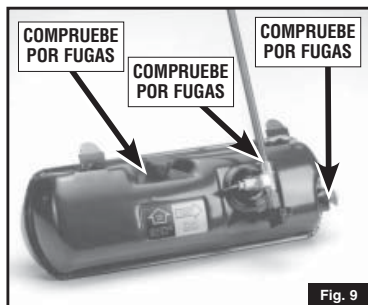

Fig. 9
- **COMPRUEBE SI HAY FUGAS** de una o más formas. Vea si hay o una neblina de combustible o lo que parece ser humedad de combustible sobre las superficies. Escuche por un siseo de gas escapándose. Huela por olor de combustible. No use nunca una llama. No la use si tiene una fuga. (Fig. 9)